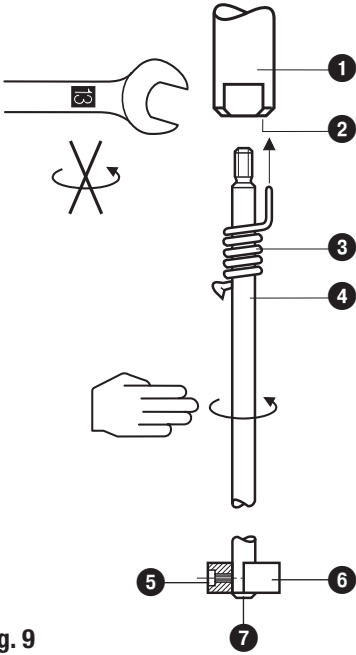

Fig. 9
1. Skruva in elektrodfrörlängningen ④ i mätelektroden ①. **Fig. 9**
3. Ritsa måttet på elektrodfrörlängningen ④.
4. Skruva ut elektrodfrörlängningen ④ ur mätelektroden ① och korta av den.
5. Skruva fast frörlängningen ④ i mätelektroden ① efter en okulärbesiktning. Skjut låsfjäders ③ på elektrodfrörlängningen ④, tills denna är fixerad i hålet ②.
6. Montera mätförstoraren: Skjut upp brickan ⑥ på frörlängningen tills frörlängningen sticker ut 2 mm över brickans undersida. Fixera brickan i detta läge med ställskruven ⑤. Tryck upp bifogad låsbricka ⑦ underifrån över elektrodfrörlängningen mot brickan ⑥.